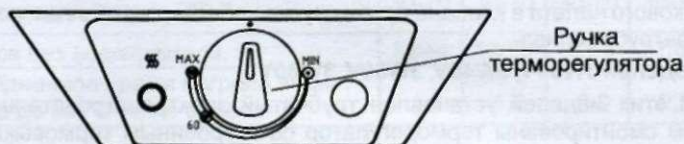

Рисунок 2 - Панель управления ЭВН моделей 3W30V1, 3W40V1, 3W50V1, 3W60V1
- в ЭВН моделей **3W30V1, 3W40V1, 3W50V1, 3W60V1** регулировка осуществляется с помощью выведенной наружу ручки терморегулятора. Поворотом ручки терморегулятора по часовой стрелке увеличивают температуру нагрева воды, против часовой стрелки - уменьшают. Для ориентации на шкале обозначено положение ручки терморегулятора, соответствующее нагреву воды примерно до 60 °C (см. рисунок 2).